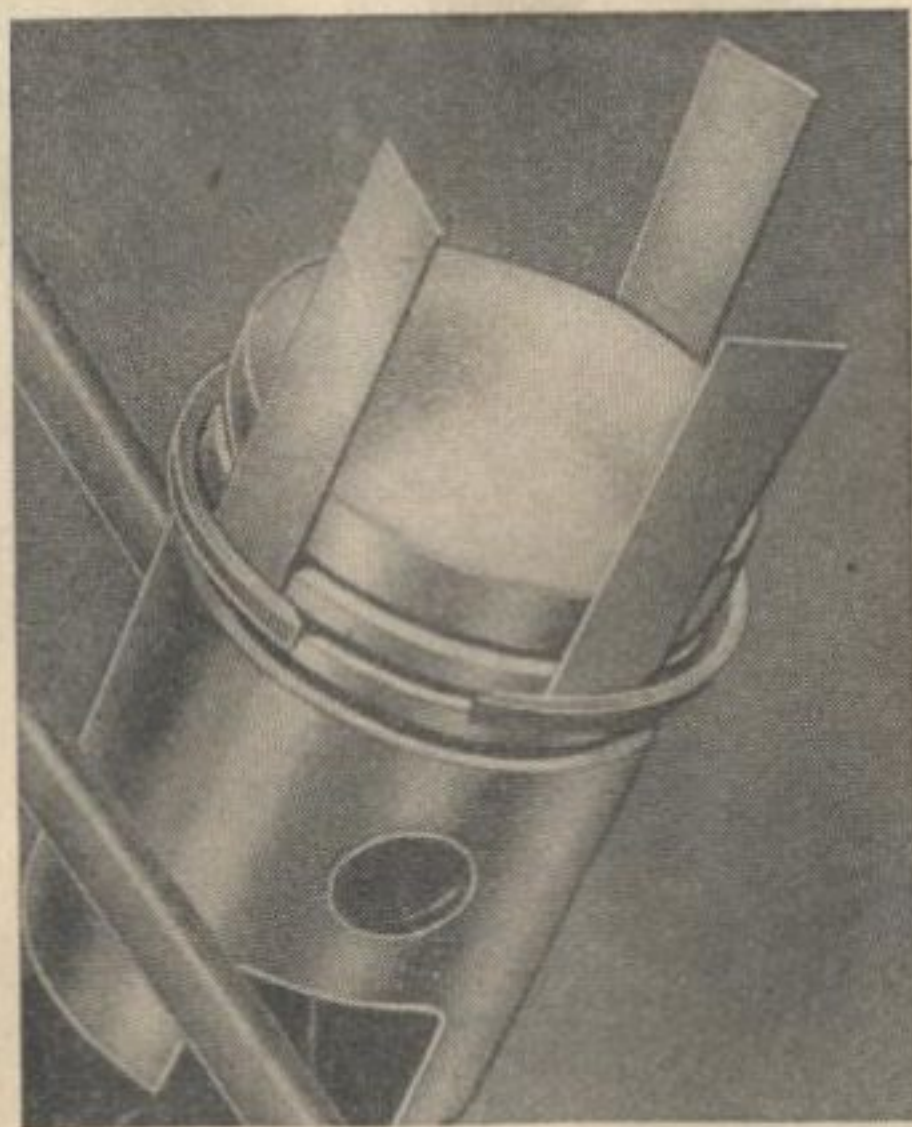

Рис. 25. Монтаж поршневых колец.
- б) Кольца лучше всего вынимать из канавки с помощью трех тонких полосок жести. Одну пластинку просовывают под кольцо посередине, а две под его концы (рис. 25). Теперь кольцо можно вывести из канавки. Поршневые кольца сменяют в том случае, если зазор в замке кольца превышает 0,8 мм (нормальная ширина зазора 0,2 мм). Чтобы определить величину зазора, нужно вставить снятое кольцо в верхнюю часть цилиндра.